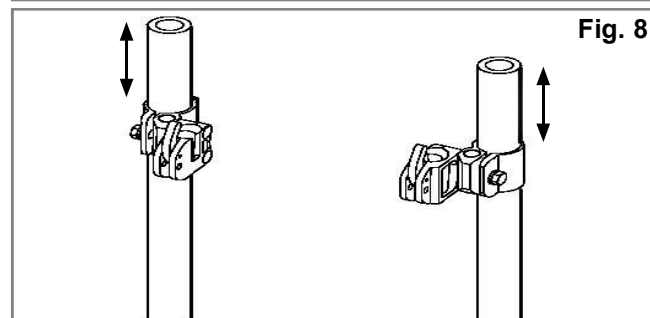
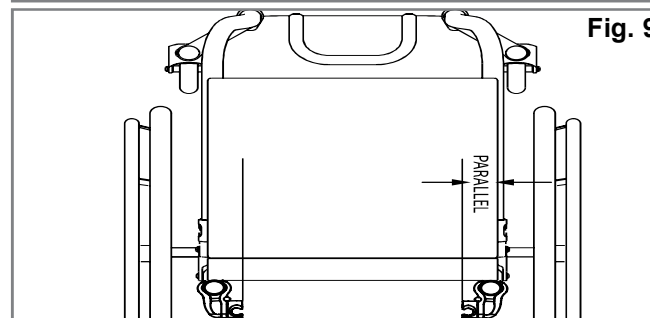

Fig. 8
Fig. 9
(Fig. 8, 9, 10,).
2. Se efter på kørestolens ryglænsrør for at fastslå, hvor beslagene bør placeres. Monteringshardwaren bør omtrentligt have den samme højde på hver ryg rør (Fig. 8) og parallelt til sæderammen (Fig. 9). Generelt gælder det, at højere placeringer på ryglænsrørene fungerer bedst.